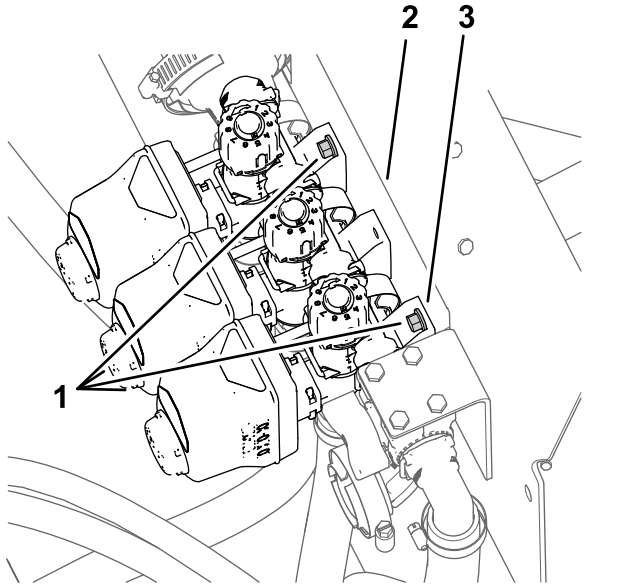

Figura 33
1. Afloje los 4 pernos con arandela prensada (1/4 x 3/4") y las 4 contratuercas con arandela prensada (1/4") que sujetan las 3 válvulas de sección al bastidor del distribuidor (Figura 33).